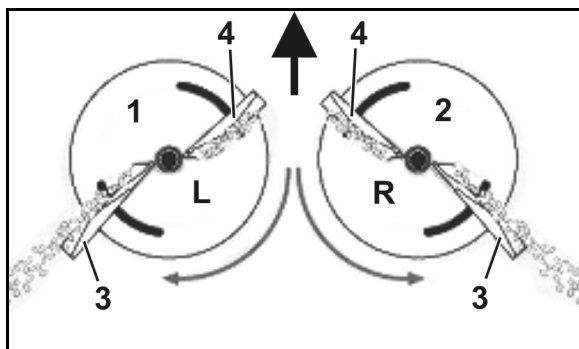

Fig. 27
- venstre spredeskive (Fig. 27/1) med markering **L**.
- højre spredeskive (Fig. 27/2) med markering **R**.
- Lang (Fig. 27/3) - Indstillingsskala med værdier fra **30** til **50**.
- Kort (Fig. 27/4) – Indstillingsskala med værdier fra **0** til **20**.